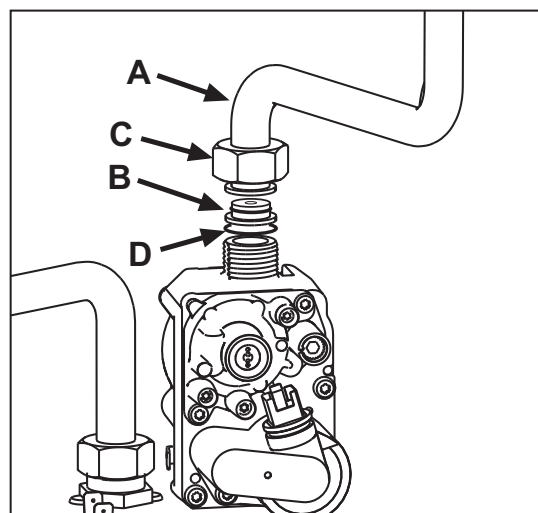

рис. 23
3. Открутите колесико C и снимите газовую трубу A с газового клапана (см. рис. 23);
4. Замените форсунку B, вставленную в газовую трубу, на форсунку, входящую в комплект для переоборудования, поместив между ними прокладку D (см. рис. 23).